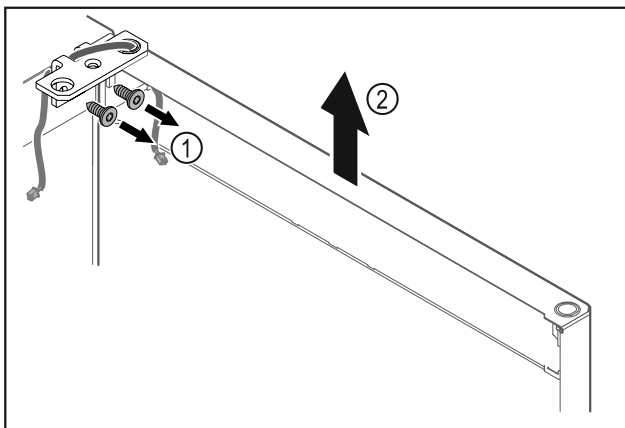

Fig. 15
- ▶ Desatornillar la escuadra de bisagra Fig. 15 (1).
- ▶ Levantar la puerta junto con la escuadra de bisagra Fig. 15 (2) aproximadamente 200 mm recta hacia arriba y retirar.